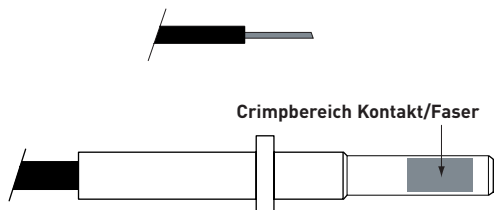

Bild 3 - Crimbereich Kontakt/Faser Buchse
- Für den Buchsenkontakt: Rückwärtiges Ende des Kontakts abschrauben, Innenteil herausnehmen, in Bild 3 ist der Crimpbereich markiert (Vorderseite des Kontakts).